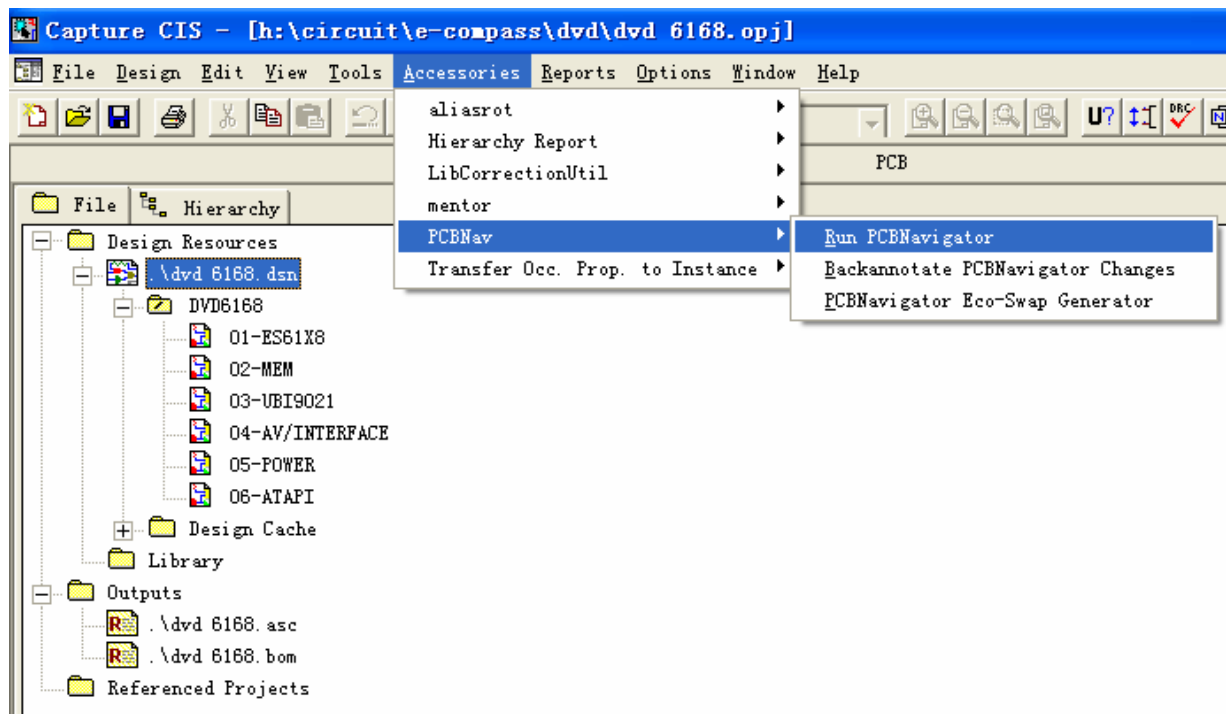

图4
1、打开原理图，如果你装了 PCBNAVIGATOR，就会出现下面的画面（图4）: